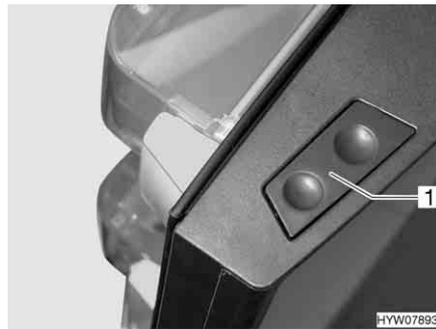

Bild 231 Entriegelungstaste der Kühlschrantür (Dometic 8er-Reihe)
- Die Entriegelungstaste (Bild 231,1) drücken und die Kühlschrantür öffnen.